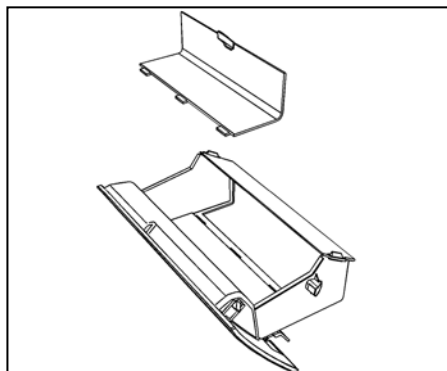

Fig. 4
9. Abra el compartimiento inferior del panel de instrumentos y retire el revestimiento de caucho (ver Fig. 4).